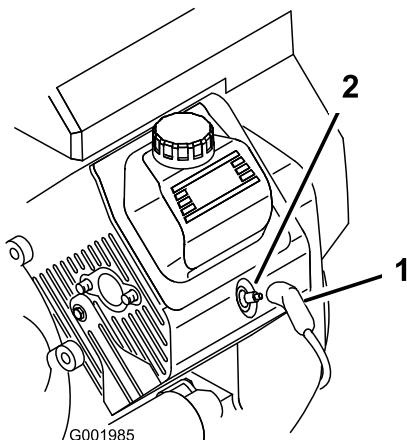

Figura 48
3. Desconecte los cables de las bujías (Figura 48).
3. Conecte los cables a las bujías (Figura 48).